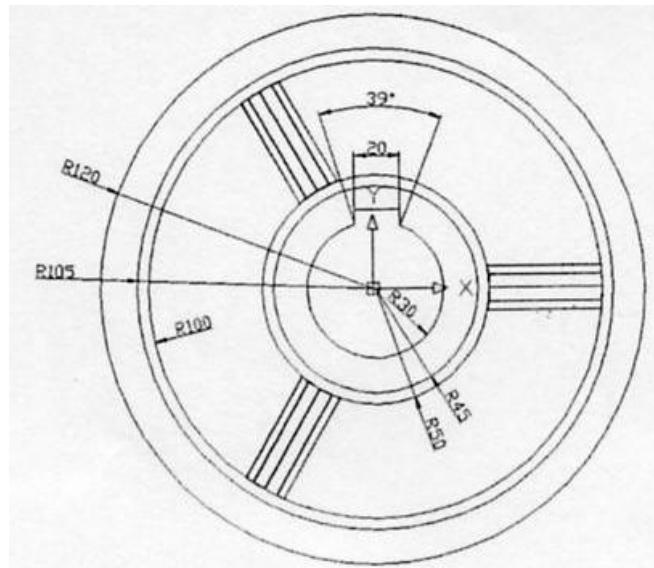
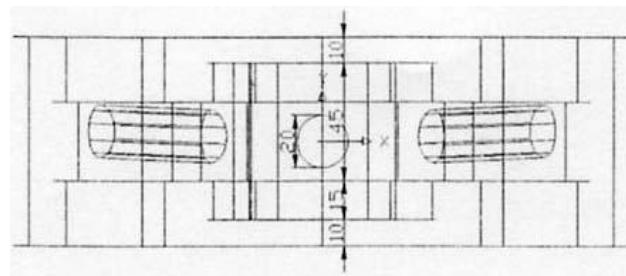

图 11-48 俯视图
图 11-49 左视图
1、按照图 11-48、图 11-49、图 11-50 和图 11-51 所示的示意图绘制轮辐效果图。